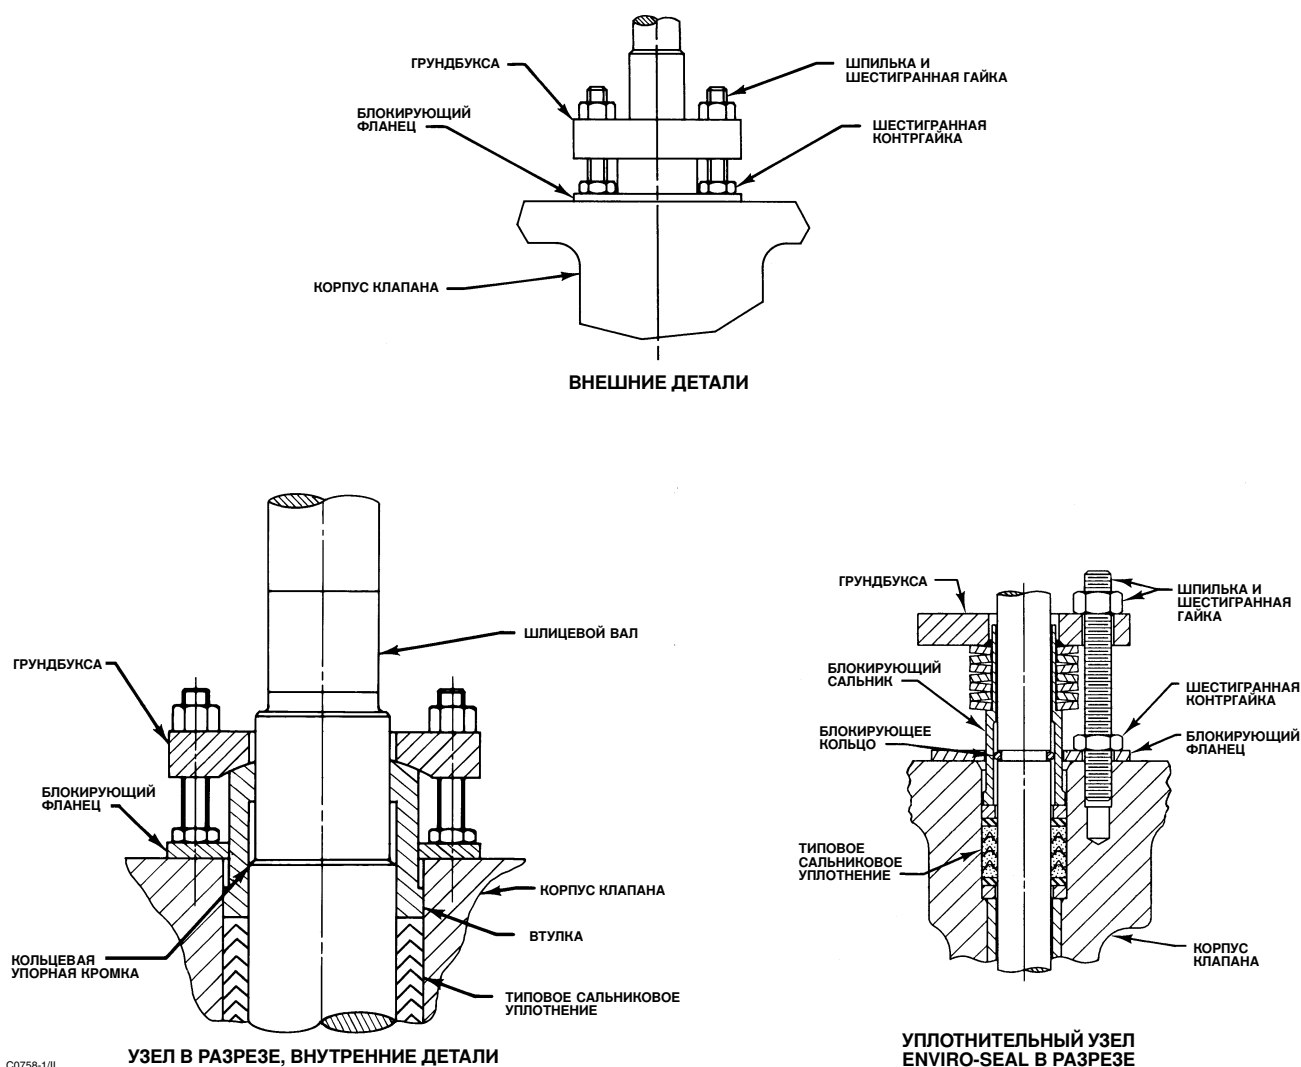

Рисунок 7. Детали удерживающего узла
2. Снимите шестигранные контргайки (поз. 17) и блокирующий фланец (поз. 10). Снимите грундбуксу (поз. 12). Детали конструкции удерживающего узла показаны на рис. 7.